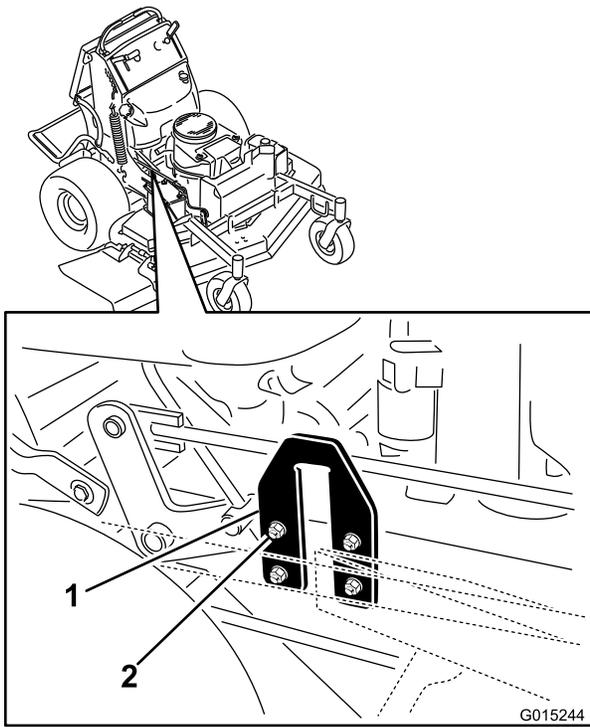

Bild 83
2. Finden Sie die U-Platten an der Seite des Motors (Bild 83).
3. Lösen Sie die U-Platte an einer Seite und verstellen sie nach oben oder unten, um einen Unterschied in den Werten **B** und **C** von höchstens 6 mm zu erhalten (Bild 83).